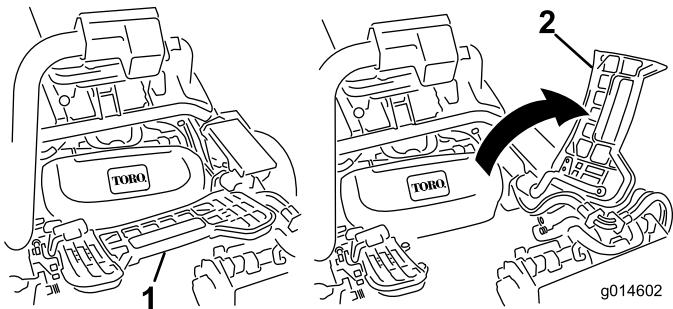

Figure 12
- Si le plateau de coupe central est monté, relevez le repose-pieds pour accéder à la position du plateau de coupe central (Figure 12).